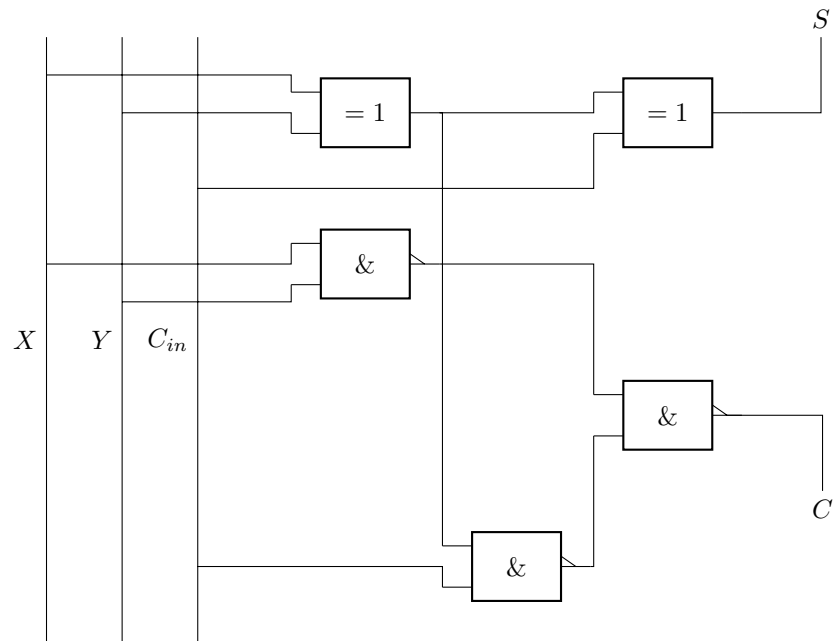

Abbildung 2.3: Vereinfachter Volladdierer
3. Versuchen Sie die FA-Schaltung so umzuformen, dass Ihnen zwei Quad-Gatter genügen. Notieren Sie die Herleitung und zeichnen Sie die Schaltung in Abbildung 2.3.